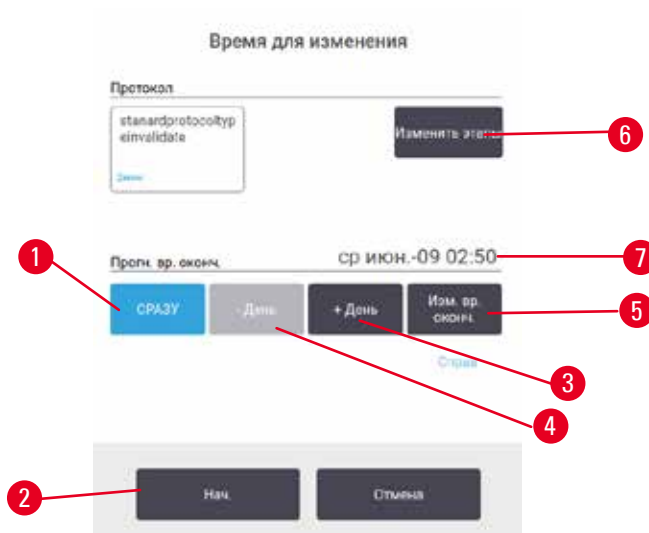
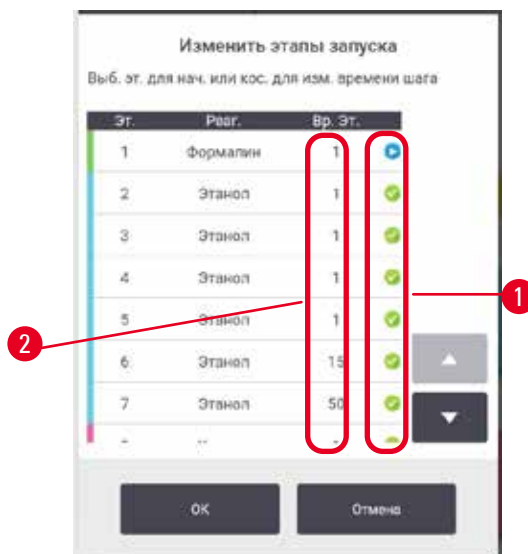

Рис. 53
Рис. 55
Выбрать время выполнения протокола можно в диалоговом окне **Time to edit (Время для изменения)** (→ Рис. 53). Диалоговое окно открывается после загрузки протокола, ввода ID корзины и количества кассет (→ с. 83 – 5.5.2 Изменение первого этапа для единичного запуска).
1. Начните запуск протокола в обычном порядке с экрана **Status (Готовность)** и продолжайте, пока не откроется диалоговое окно **Time to edit (Время для изменения)** (→ Рис. 53). Нажмите кнопку **Edit steps (Изменить этапы)** (→ Рис. 53-6), чтобы открыть диалоговое окно **Edit the run steps (Изменить этапы протокола)** (→ Рис. 55).